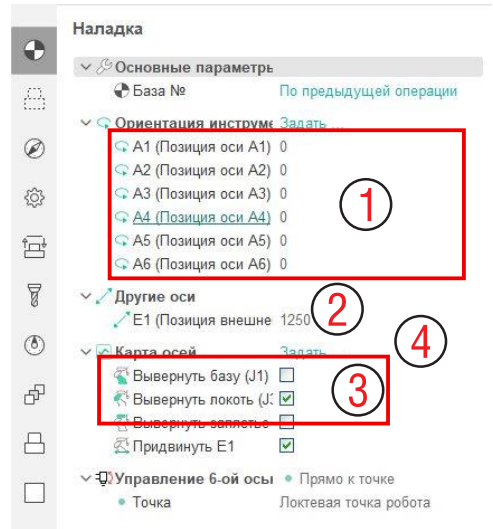
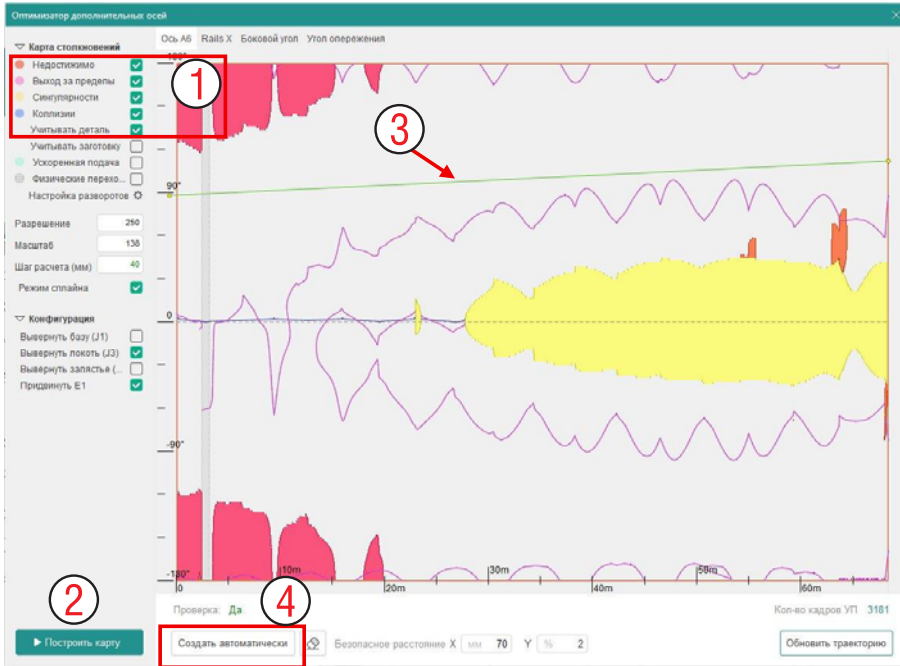

Рис. 18-2. Оси робота на вкладке Настройка.
Рис. 18-4. Карта осей как инструмент устранения нежелательных перемещений.
Рабочие оси робота можно увидеть на вкладке **Наладка** (рис. 18-2). Это оси от A1 до A6 самого робота (1) и ось E1 (2), которая обеспечивает переме-
Нажмите на кнопку **Задать** функции **Карта осей** (4 на рис. 18-2). Ранее рассчитанная карта осей появится в отдельном окне (рис. 18-4).